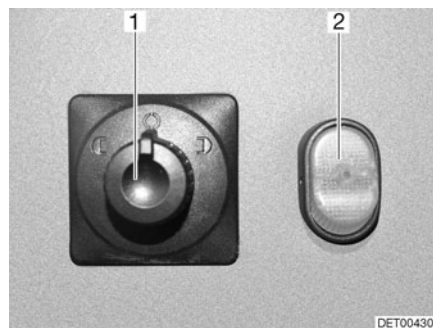

Fig. 17 Conmutadores para los retrovisores exteriores ajustables eléctricamente y la calefacción de los retrovisores
- Ajustar:* ■ Seleccionar el retrovisor que se desea ajustar. Para esto, girar el interruptor giratorio (Fig. 17,1) hacia la izquierda o hacia la derecha.
- Ajustar el retrovisor presionando el interruptor (Fig. 17,1) en la dirección correspondiente.
- Conectar la calefacción:* ■ Pulsar el interruptor (Fig. 17,2). La luz de control en el interruptor indica el funcionamiento.